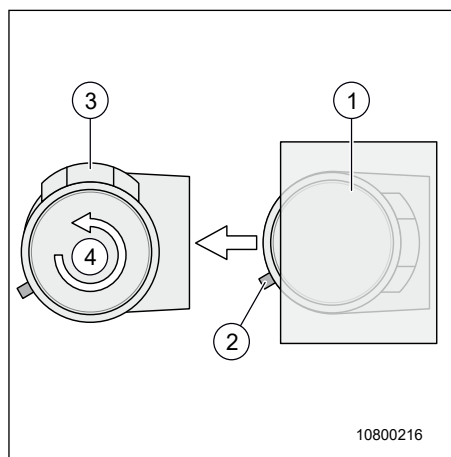

Fig. 69 Låslägen toalett
1. Lossa toaletten genom att lyfta på spärren (Fig. 69, pos. 2).
2. Dra ut toaletten ur sidoväggen (Fig. 69, pos. 1) till fästpunkt 2 (Fig. 69, pos. 3).
3. Vrid toalettstolen (Fig. 69, pos. 4) framåt.
- Fästpunkt 1: Förvaringsläge vid duschning/tvättning (Fig. 69, pos. 1).
- Fästpunkt 2: Läge för demontering av kassett och WC-användning (Fig. 69, pos. 3).
- Under körning måste toaletten vara spärrad i insvängt läge (Fig. 69, pos. 1).
- Vid tömning av tanken måste toaletten vara i sitt mellersta läge (Fig. 67 pos. 2) eller (Fig. 69, pos. 3). Annars finns det risk för skador på både toalett och kassettank.
2. För toaletten till rätt läge (Fig. 67, pos. 2) eller (Fig. 69, pos. 3).